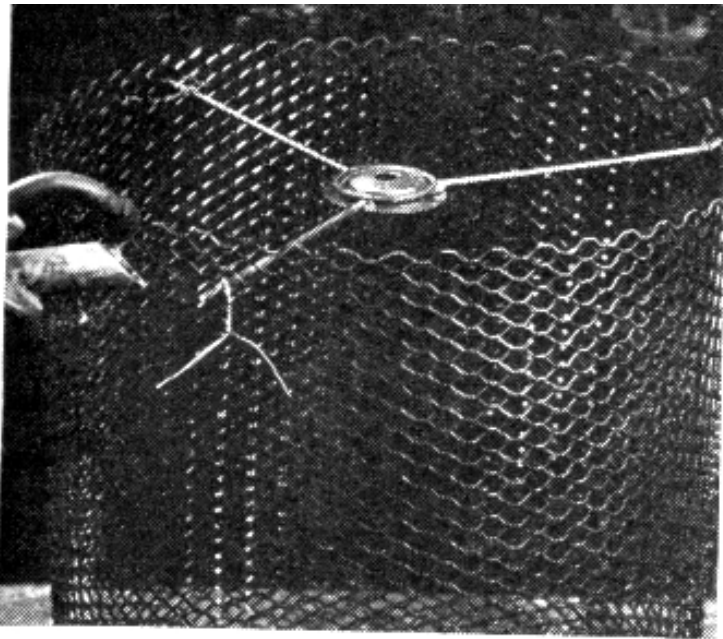

Fig. 8: Una el trébede a la malla con alambre de cobre, suelde y córtelos las puntas
**Fig. 8.** Si la madera es porosa use usted pasta de rellenar según las instrucciones en la etiqueta. Para acabados oscuros el relleno debe ser más oscuro que la pintura.
Haga ahora un trébede quitando uno de una vieja lámpara y quitándole los alambres para reemplazarlos con unos nuevos de  $\frac{1}{8}$ " (0,31 cm) de grueso. Use tres de 6" (15,24 cm) de largo y suéldelos bifurcándolos de modo que se eleven ligeramente hacia arriba (Fig. 7). Fije el trébede aproximadamente a 1" (2,54 cm) por debajo del borde superior de la malla con alambre de cobre (Fig. 8), suelde la malla al alambre y córtelo parejo con el borde exterior de la pantalla. Lime cualquier exceso de soldadura para obtener una juntura lisa.